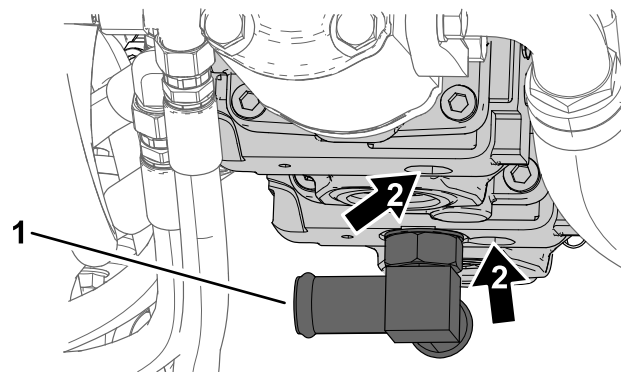

**Figura 16**
5. Afloje las 2 abrazaderas y retire las mangueras del acoplamiento (Figura 16).
2. Abrazadera (2)
3. Manguera (2)
7. Utilice una llave para racores de 1¼" o de extremo abierto para aflojar la tuerca en el acoplamiento que se muestra en la Figura 16.
11. Gire el acoplamiento hasta la orientación original (Figura 16). Apriete la tuerca a entre 182 y 222 N·m.
12. Instale las mangueras y las abrazaderas (Figura 16).